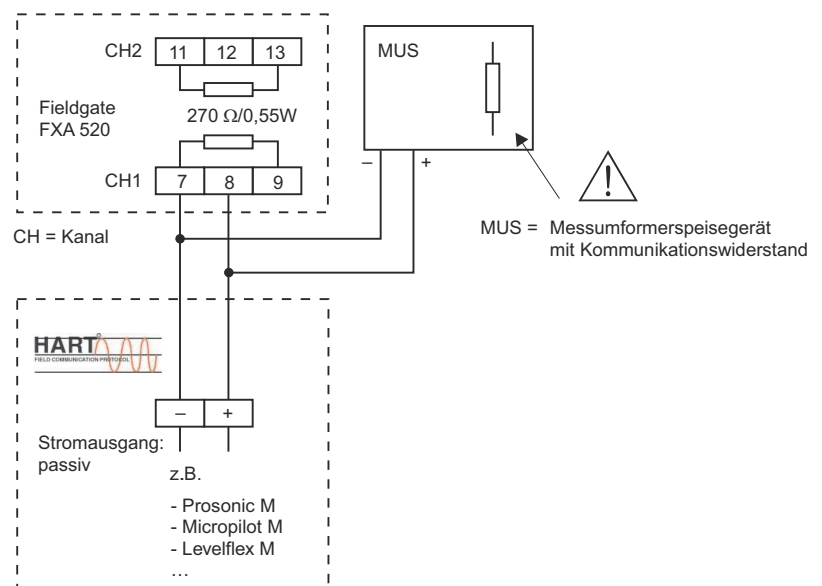

Abb. 4-6: Verdrahtung für schleifengespeiste HART-Geräte, Kommunikationswiderstand in Spannungsversorgung
- Für schleifengespeiste Geräte und Spannungsversorgung mit Kommunikationswiderstand siehe Abb. 4-6